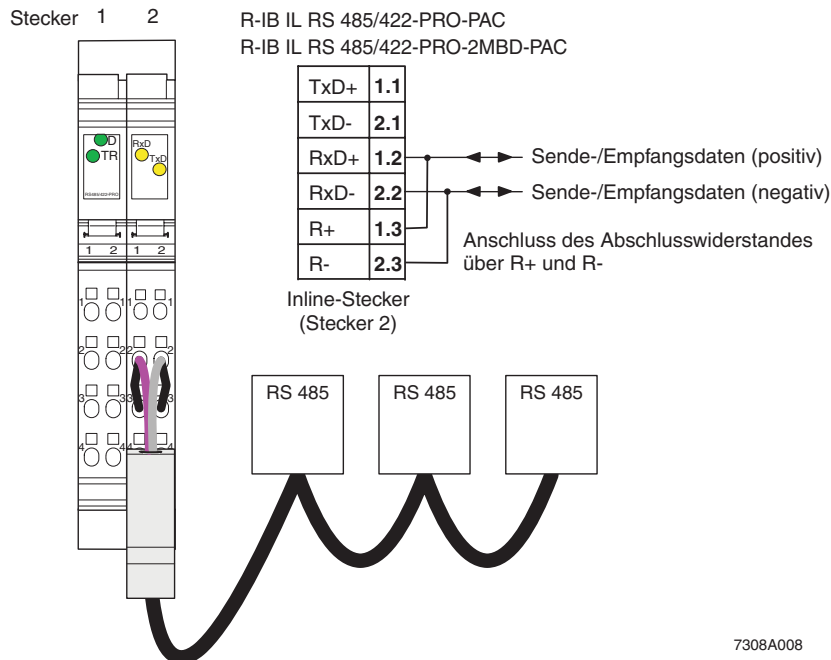
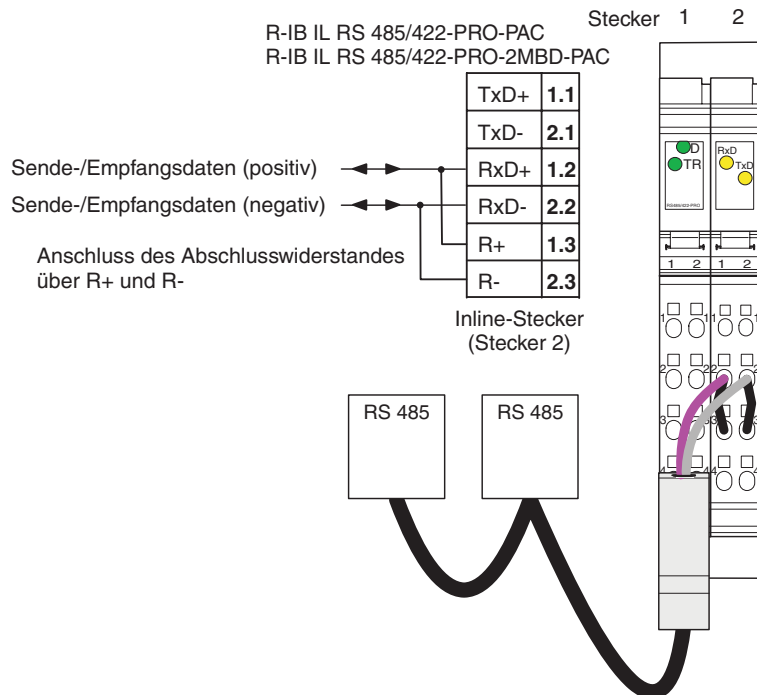
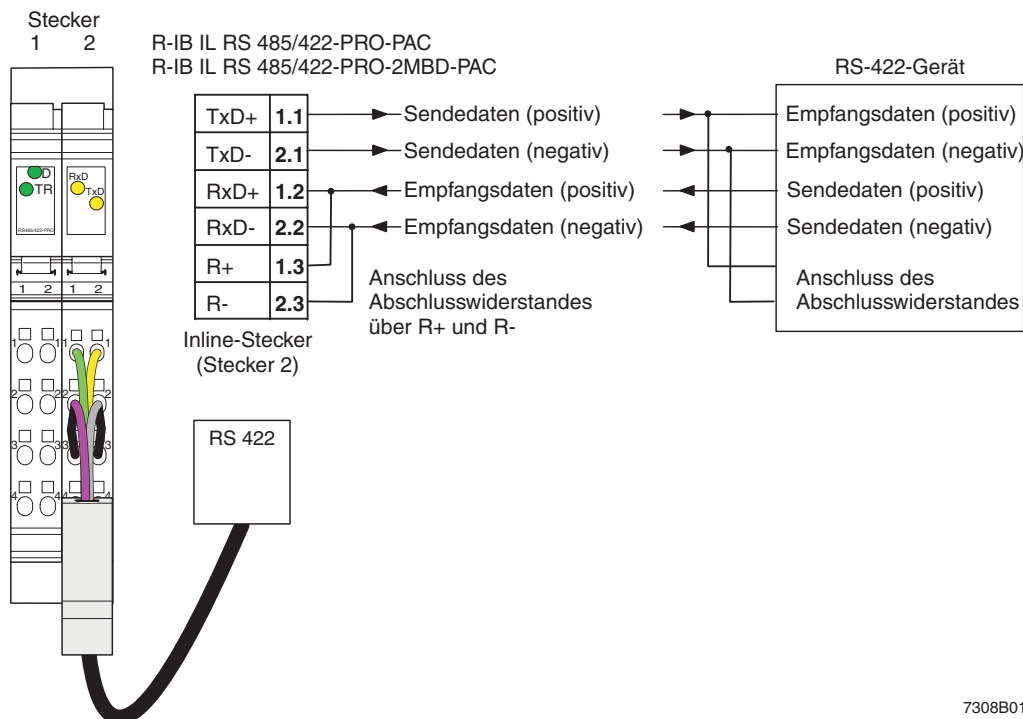
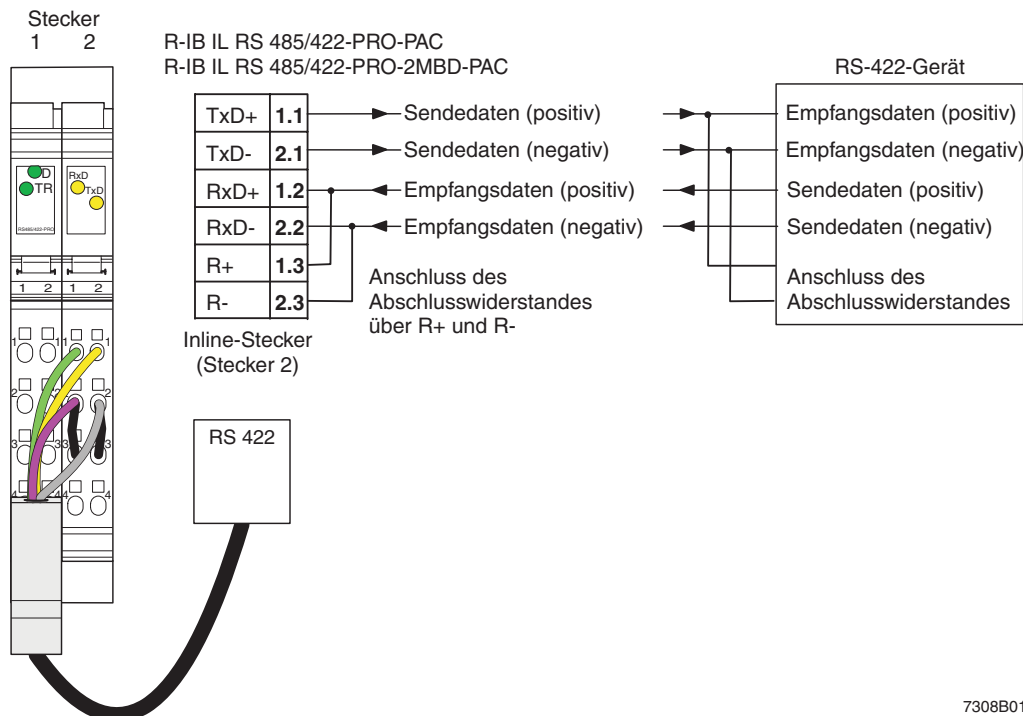

Abb. 5 Schnittstellenverdrahtung RS 485: Klemme als Endpunkt eines Netzwerkes, Schirm der Datenleitung kapazitiv auf FE aufgelegt
Abb. 7 Schnittstellenverdrahtung RS 485: Klemme als Endpunkt eines Netzwerkes, Schirm der Datenleitung hart auf FE aufgelegt
Abb. 8 Schnittstellenverdrahtung RS 422: Schirm der Datenleitung kapazitiv auf FE aufgelegt
Abb. 9 Schnittstellenverdrahtung RS 422: Schirm der Datenleitung hart auf FE aufgelegt
Anschlussbeispiele sind in den Bildern Abb. 5 auf Seite 10 und Abb. 7 auf Seite 11 dargestellt.
Anschlussbeispiele sind in den Bildern Abb. 8 und Abb. 9 auf Seite 12 dargestellt.
8.1 Gegenüberstellung der Verdrahtungsbeispiele in Abb. 5 bis Abb. 9